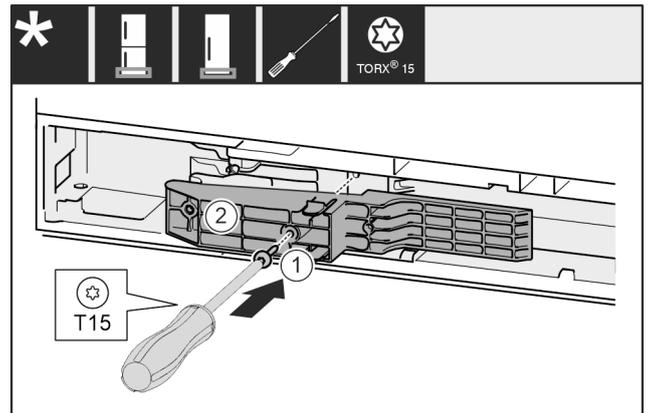

Fig. 47*
- ▶ Inserire l'adattatore Fig. 47 (1) nel vano sul lato della maniglia.*
- ▶ Stringere la vite Fig. 47 (2) con un cacciavite.*